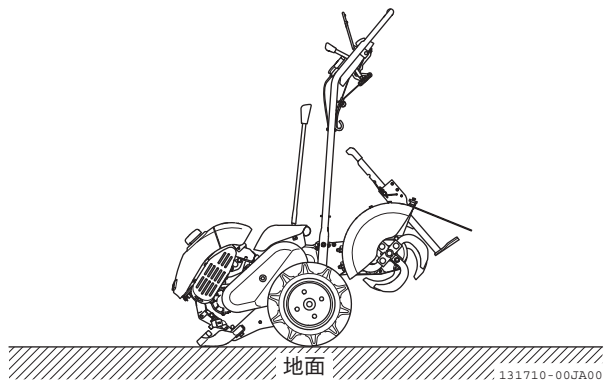

図 4-17
2. ハンドルを持ち上げて、エンジン側を接地させます。（図 4-17）